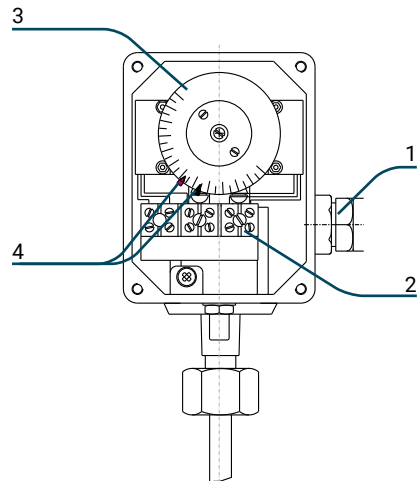

Abbildung 2
2. Die Kabel in das Innere des Gerätes durch die Kabelverschraubung, die sich im rechten Teil befindet, einführen (Abb. 2/1)
3. Die Kabel an der Klemmenleiste (Abb. 2/2) anschließen
4. Zum Einstellen der Kontakte die Scheibe (Abb. 2/3) festhalten und die Zeiger der Kontakte (Abb. 2/4) auf die gewünschte Betriebstemperatur stellen
2. Den Angaben auf der Klemmenleiste (Abb. 2/2) folgend, abhängig von der Stellung der Zeiger der Schalter (Abb. 2/4) und der vom Thermostat gemessenen Temperatur überprüfen, ob sich die Kontakte im richtigen Zustand befinden (normalerweise offen (Schließer) oder normalerweise geschlossen (Öffner)).
3. Die schwarze Scheibe (Abb. 2/3) festhalten und die Zeiger der Schalter (Abb. 2/4) über bzw. unter die von den Thermostaten angezeigte Temperatur bewegen, um sicherzustellen, dass die Schalter umschalten.
Die Scheibe (Abb. 2/3) darf nicht von Hand bewegt werden, um die Kontakte zu überprüfen, da dies das Gerät beschädigen würde.